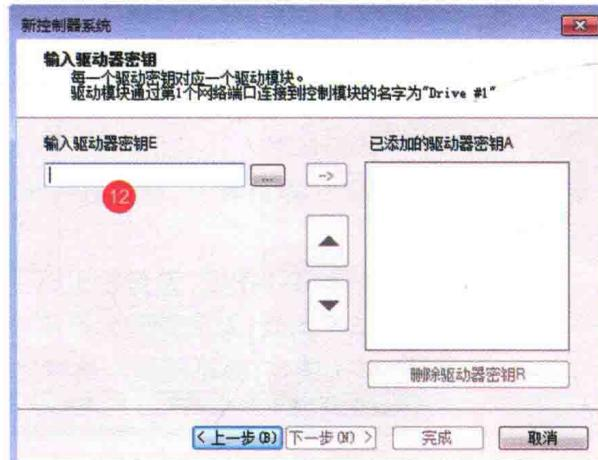

图 1-16 输入驱动器密钥
⑩在此“输入驱动器密钥”栏中输入该机器人的驱动器密钥，如图 1-16 所示。